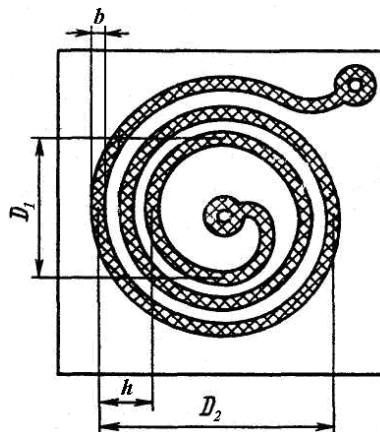

Рисунок 33 – Пленочная спиральная катушка индуктивности с витками круглой формы
20. Рассчитать индуктивность и добротность пленочной катушки индуктивности (рис. 33) на рабочую частоту $f = 100$ МГц с внутренним и внешним диаметрами $D_1 = 3$ мм и $D_2 = 8$ мм, соответственно. Катушка имеет $N = 13$ витков, витки выполнены из меди с удельным сопротивлением $\rho = 1,75 \cdot 10^{-6}$ Ом·см, ширина витков $b = 0,14$ мм, а их толщина $\delta = 10$ мкм.